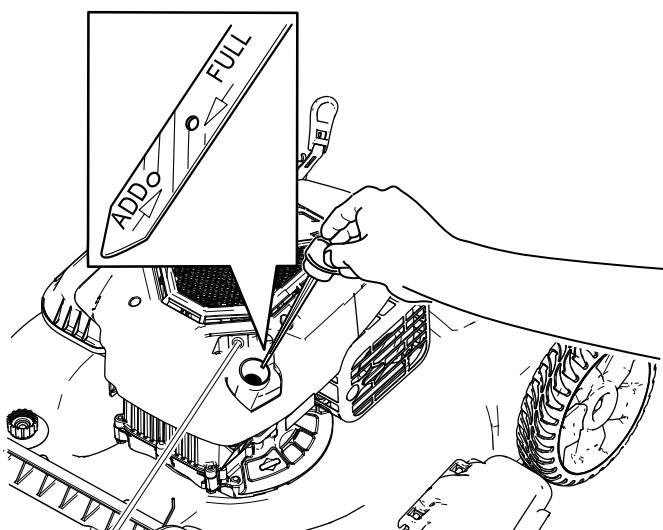

Figura 12
2. Retire la varilla girando el tapón en el sentido contrario a las agujas del reloj y tirando del mismo (Figura 12).
5. Observe el nivel de aceite en la varilla (Figura 12).